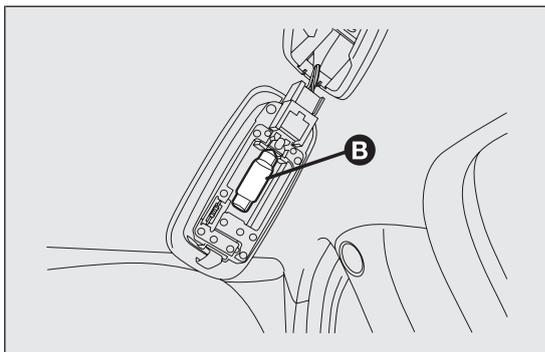

fig. 177
- sustituir la lámpara B fig. 177 soltándola de los contactos laterales y asegurándose de que la nueva lámpara quede correctamente fijada entre éstos.